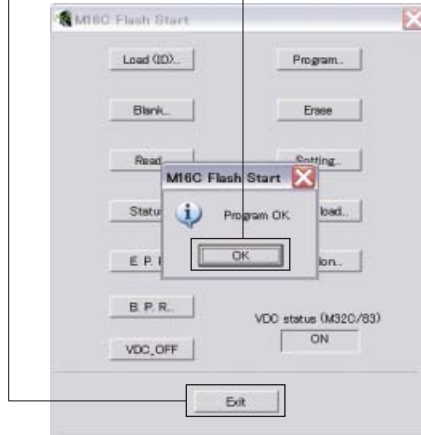

Fig. 6
8. When writing of the firmware is completed, the screen appears as shown below. (Fig. 6)
Click [OK]. (Fig. 6)
9. Click [Exit] to end FlashSta.exe. (Fig. 6)
[OK] をクリックします。(Fig. 6)
9. [Exit] をクリックして FlashSta.exe を終了します。(Fig. 6)